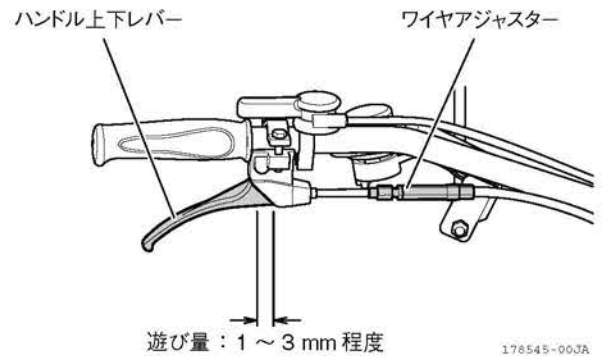

図 4-30 ハンドル上下レバーの遊び量
1. ハンドル上下レバーの遊び量が1~3 mmあることを確認します。(図 4-30)